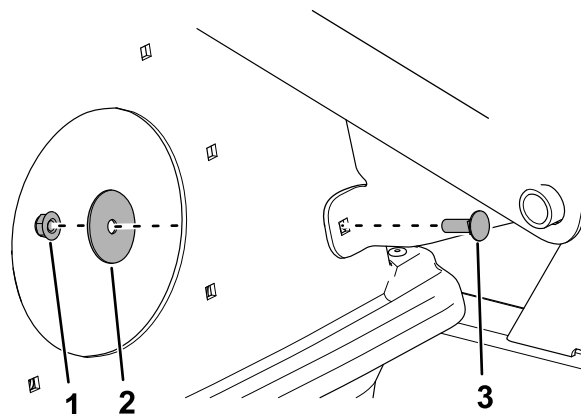

Figura 5
- Retire o parafuso, anilha e porca do suporte da articulação (Figura 5).
7. Instale as ferragens do suporte da articulação da Figura 5.